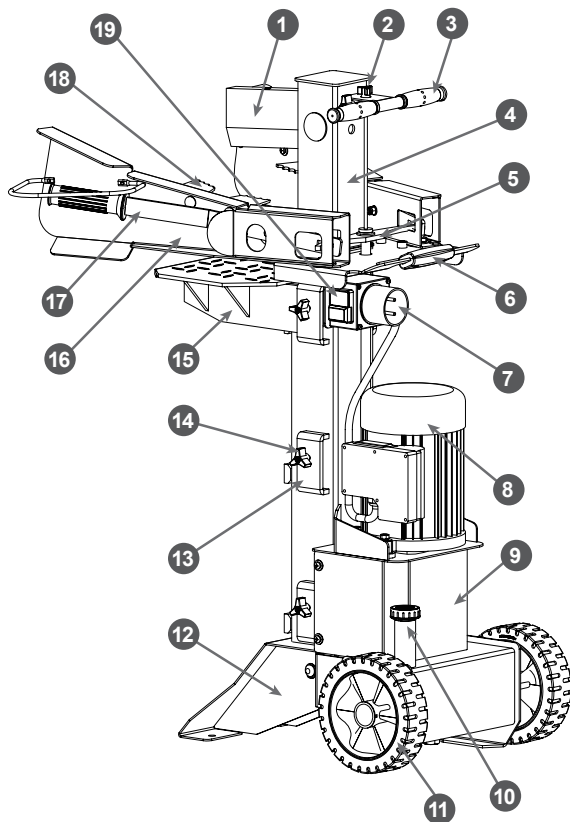

Рис. 1 Расположение основных узлов и органов управления древокола
Расположение основных узлов и органов управления древокола представлено на Рис. 1.
13. Проверьте работу выключателя. Включение и выключение дровокола производится выключателем 19 (Рис.1). При включении подвижная часть дровокола поднимается вверх, при выключении – остается в том положении, в котором были отпущен(ы) рычаг(и) управления.